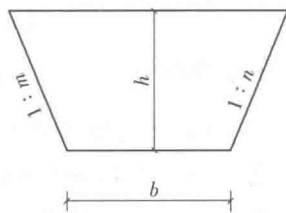

图 1-10 横断面简图
1) 各个横断面面积可套用下列公式计算,如图 1-10 所示。